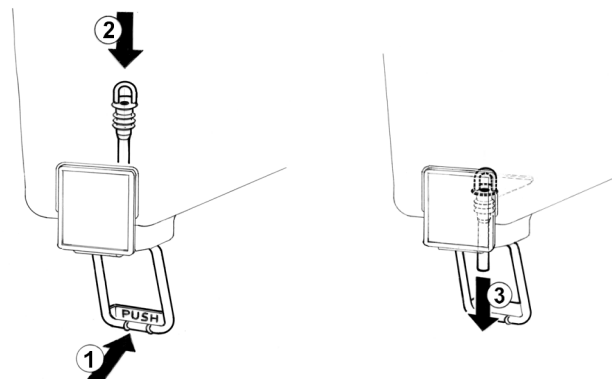

figura 5
2 Rubinetto a gommino: premere (1) la leva comando rubinetto e inserire (2) il gommino rubinetto nel contenitore. Tirare (3) verso il basso l'estremità del gommino fino ad assestarlo completamente (vedere figura 5).